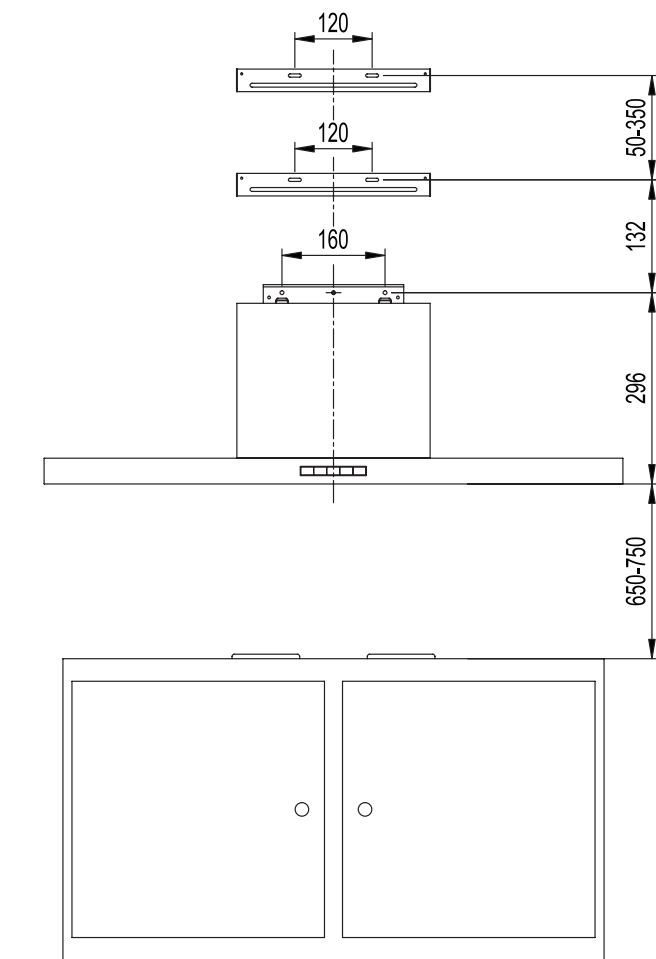

Рис. 2
- Для вашего удобства и безопасности рекомендуется, чтобы после установки нижняя поверхность вытяжки была расположена на расстоянии 650–705 мм от варочной панели. См. Рис. 2.